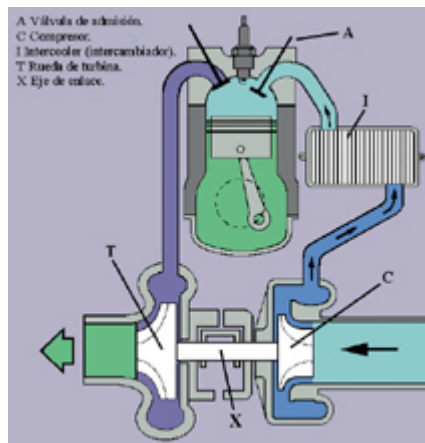

Fig. 42
- **Por turbocompresor (fig. 42)**